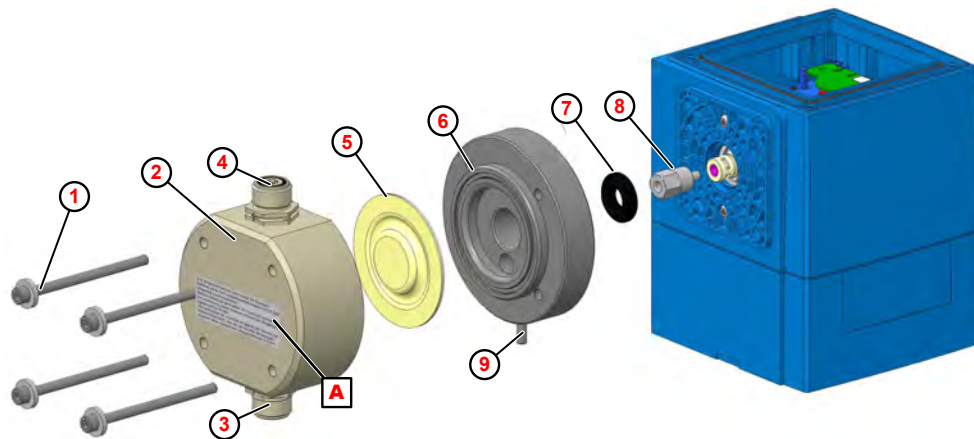

Fig. 24 : Remplacement de la partie supérieure de la pompe, de la membrane et de la membrane de protection
1. ➤ Dévisser les soupapes d'aspiration et de refoulement (Fig. 24 , ③ et ④).
2. ➤ Desserrer les vis de la partie supérieure de la pompe ① et les déposer.
3. ➤ Déposer la partie supérieure de la pompe ② .
4. ➤ Dévisser la membrane ⑤ .
5. ➤ Retirer la plaque intermédiaire ⑥ .
6. ➤ Retirer la membrane de protection ⑦ .
8. ➤ Poser la plaque intermédiaire de telle sorte que l'évacuation pour rupture de membrane ⑨ soit dirigée vers le bas.